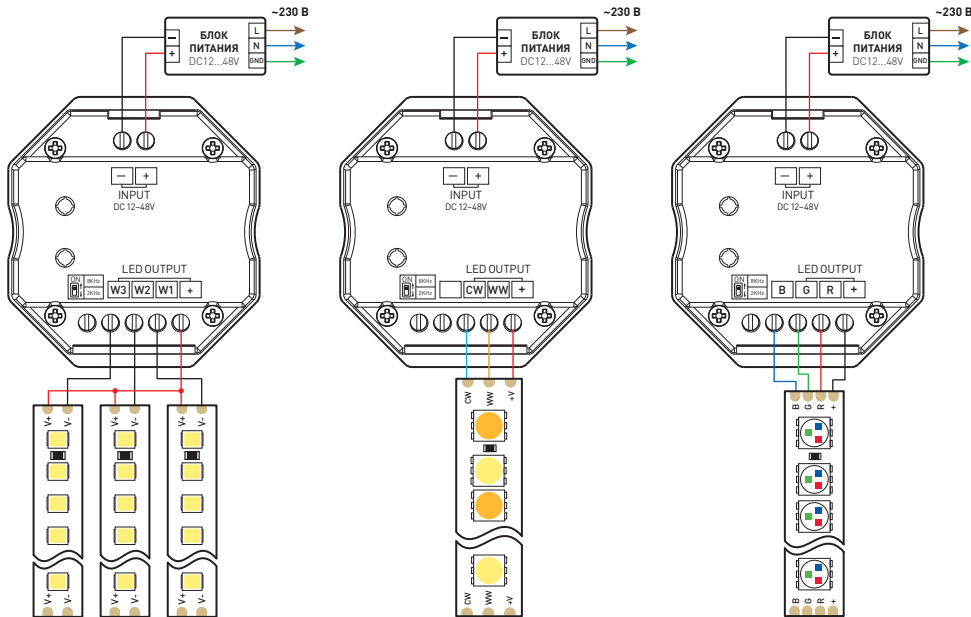

Рис. 2. Схем подключения светорегуляторов (слева направо: арт. 060668, 060670, 060671)
- 3.2. Подключите светорегулятор согласно схеме на рис. 2.